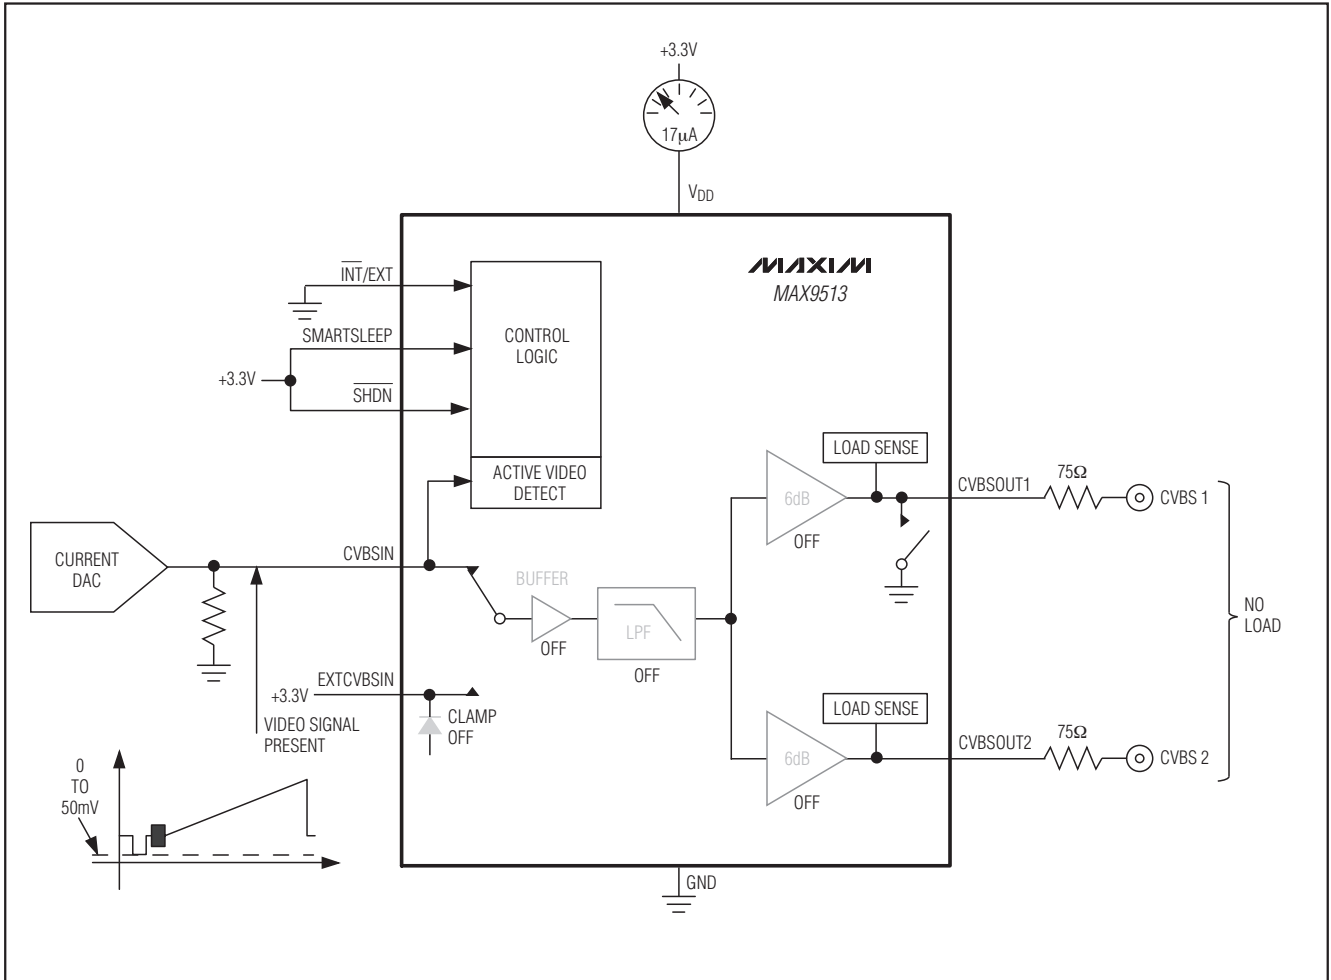

图3. 无输出负载时的有源检测模式
14.3kHz或更高，则意味着输入存在视频信号。当MAX9513检测到CVBSIN输入端连接有带同步头的视频信号时，控制逻辑使器件进入有源检测模式，并使能负载检测电路(见图3)。典型电源电流为 $17\mu\text{A}$ 。